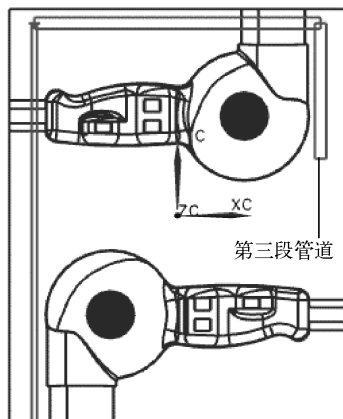

图 10-90 创建第三段管道
(10) 按照上述方法，继续创建第三段管道，如图 10-90 所示。